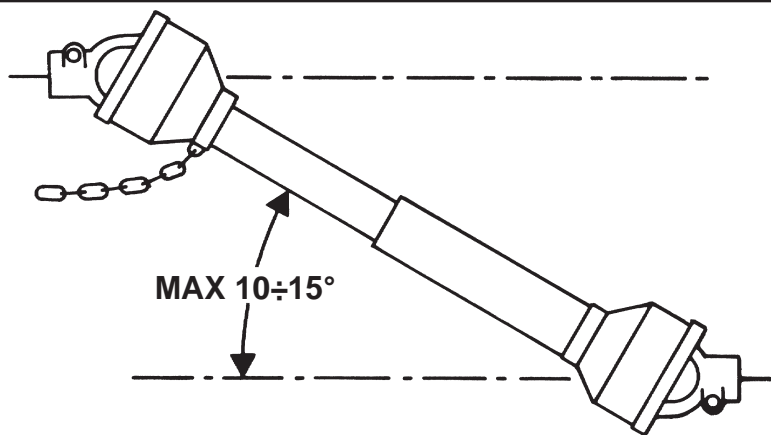

Fig. 5
- 40)** Disinserire, sempre, la presa di forza quando l'albero cardanico fa un angolo troppo aperto (mai oltre i 10÷15 gradi - Fig. 5) e quando non viene usata.
- 40)** Always disengage the pto when the cardan shaft is set at an excessively open angle (never beyond 10÷15 degrees - Fig. 5) and when it is not in use.
- 40)** Débrayez toujours la prise de force quand l'angle de l'arbre à cardans est trop ouvert (jamais plus de 10÷15 degrés Fig. 5) et lorsque vous ne devez pas l'utiliser.
- 40)** Die Zapfwelle immer ausschalten, wenn die Gelenkwelle einen zu großen Winkel einnimmt (nie über 10÷15 Grad - Abb. 5) und wenn sie nicht gebraucht wird.
- 40)** Desactivar, siempre, la toma de fuerza cuando el árbol cardánico hace un ángulo demasiado abierto (nunca superar los 10÷15 grados - Fig. 5) y cuando no la usamos.